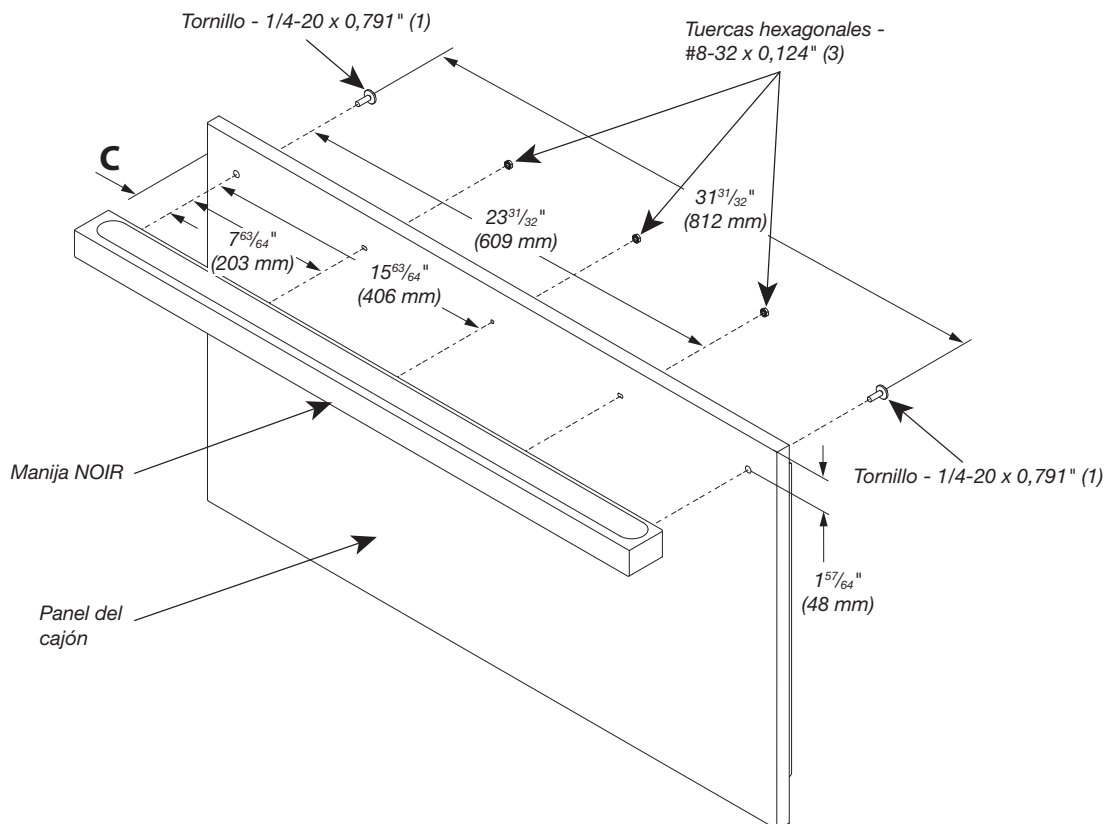
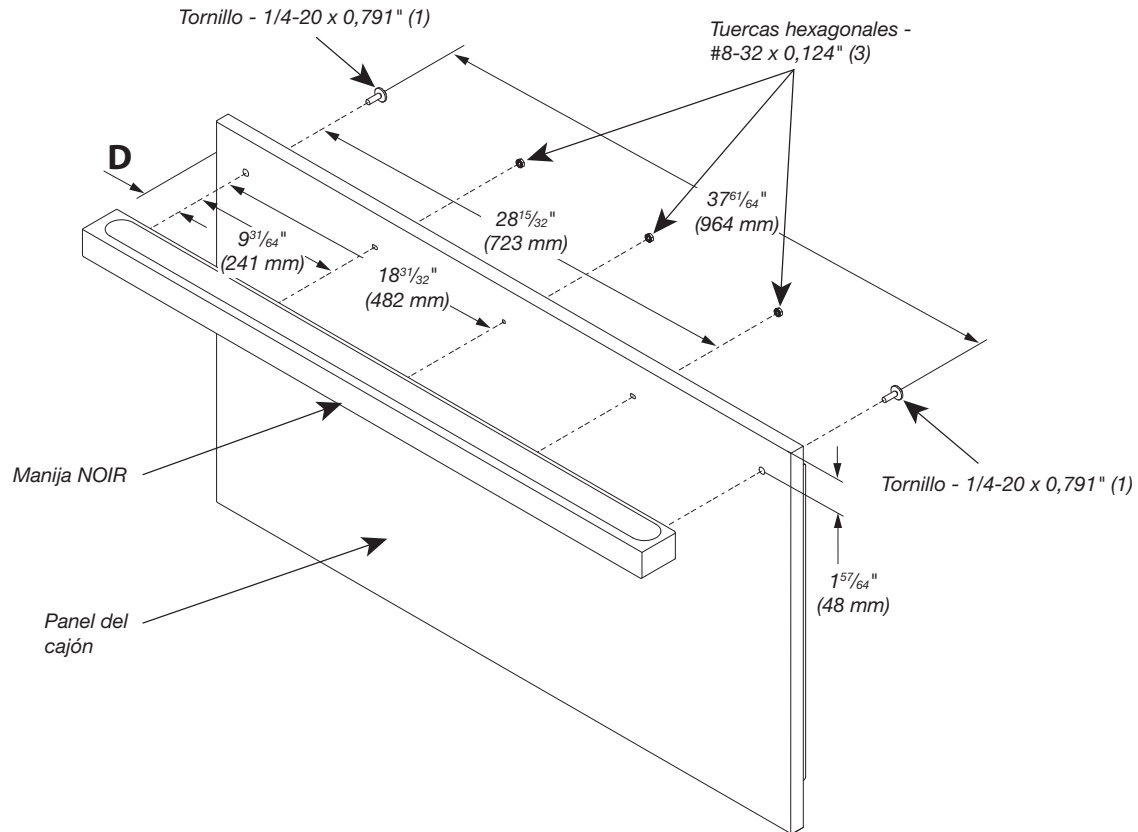

Figura 3 - Cajón del congelador para montaje inferior en 2 puertas de 36"/montaje inferior en puerta francesa de 36"
Figura 4 - 42" Cajón del congelador para montaje inferior en puerta francesa
- Consulte la figura 3 y la tabla 2 (modelos de montaje inferior de 36"/montaje inferior en puerta francesa), o la figura 4 y la tabla 3 (modelos de montaje inferior en puerta francesa de 42"), para ver las ubicaciones de los orificios que son específicas del modelo y los requisitos de espaciado para el montaje de la manija NOIR. La posición horizontal de la manija depende de la mocheta del panel.
1. Mida "C" (montaje inferior de 36") o "D" (puerta francesa de 42") desde el costado del panel y marque la ubicación de los orificios, como se indica en la figura 3 y la figura 4. Consulte la tabla 2 y la figura 3 (para montaje inferior de 36") o la tabla 3 y la figura 4 (para modelos de montaje inferior de 36"/montaje inferior en puerta francesa) según la configuración del panel.